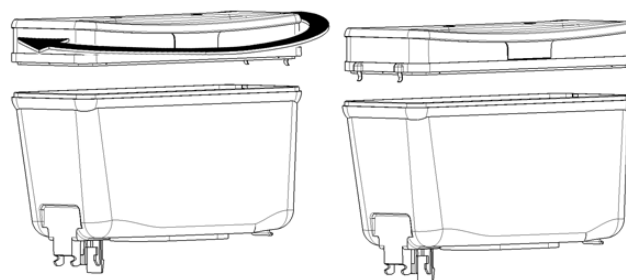

figure 1
- 9 Tournez le couvercle de 180° pour l'éteindre. (voir figure 1)